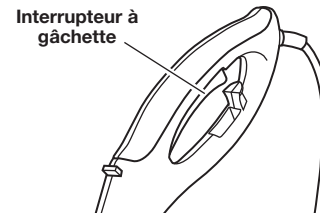

Fig. 10
- Appuyez sur l'interrupteur à gâchette et tenez-le enfoncé (Fig. 10).
- Relâchez l'interrupteur à gâchette (Fig. 10).